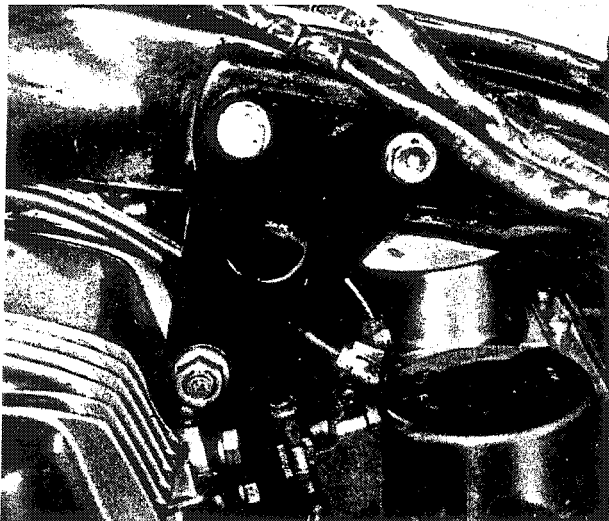

Bild 23
- Die vier kurzen und die eine lange Schraube entfernen, mit denen die Zylinderkopfstrebe am Rahmen und am Zylinderkopf befestigt ist (Bild 23). Die Strebe ausbauen. Die Klemmschellen lösen, mit denen die Vergaser am Luftfiltergehäuse und am Ansaugstutzen des Zylinderkopfes befestigt sind. Die Klemmschellen der Luftschläuche nach hinten ziehen, so dass die Ansaugstutzen der Vergaser frei sind.